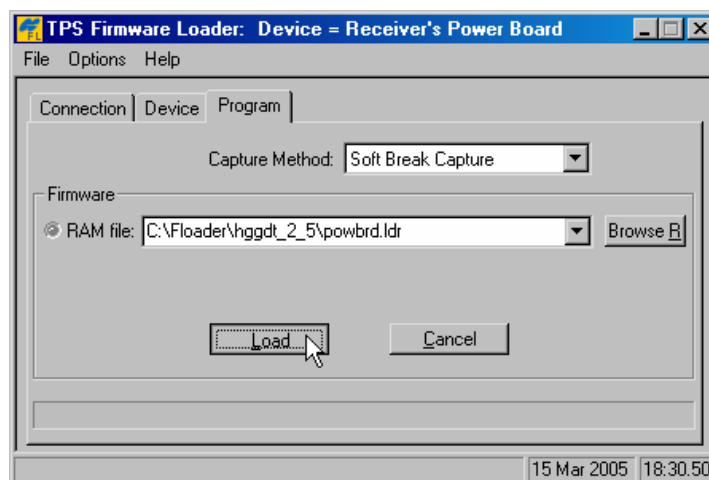

Рисунок 4-17. Вкладка Program
6. Выберите вкладку *Program* (Программа) и выберите значение *Soft Break Capture* для поля *Capture Method*, см. рис. 4-17.
7. Выберите файл для ОЗУ платы питания см. рис. 4-17.